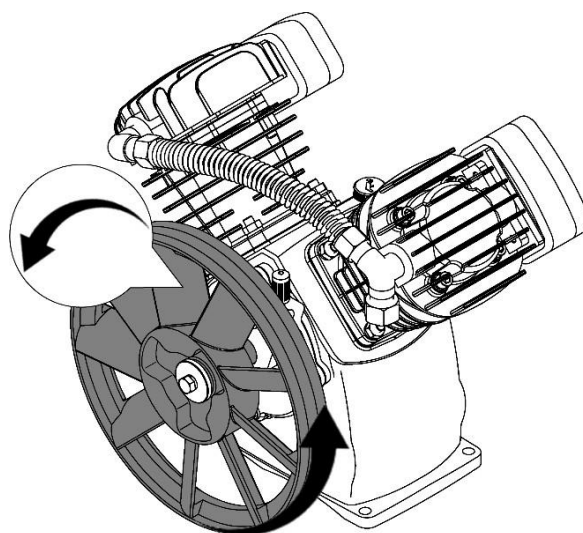

Рисунок 4
**ПРИ ЭЛЕКТРИЧЕСКОМ ПОДСОЕДИНЕНИИ КОМПРЕССОРОВ С ТРЕХФАЗНЫМ ЭЛЕКТРОДВИГАТЕЛЕМ ОСОБОЕ ЗНАЧЕНИЕ ИМЕЕТ ЧЕРЕДОВАНИЕ ФАЗ, ТАК КАК ЭТО ОПРЕДЕЛЯЕТ НАПРАВЛЕНИЕ ВРАЩЕНИЯ ВАЛА ЭЛЕКТРОДВИГАТЕЛЯ, КОТОРОЕ ДОЛЖНО СООТВЕТСТВОВАТЬ НАПРАВЛЕНИЮ, УКАЗАННОМУ НА ЛОПАСТИ ШКИВА-ВЕНТИЛЯТОРА ПОРШНЕВОГО БЛОКА (РИСУНОК 4) ИЛИ СТРЕЛКЕ, РАСПОЛОЖЕННОЙ НА КРЫШКЕ ВЕНТИЛЯТОРА ЭЛЕКТРОДВИГАТЕЛЯ.**